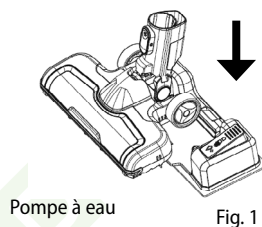

Fig. 1
- Si vous souhaitez également laver par terre pendant l'aspiration, placer la turbo brosse dans le bac d'eau (14) et appuyer légèrement, vous entendrez un clic (Fig. 1).